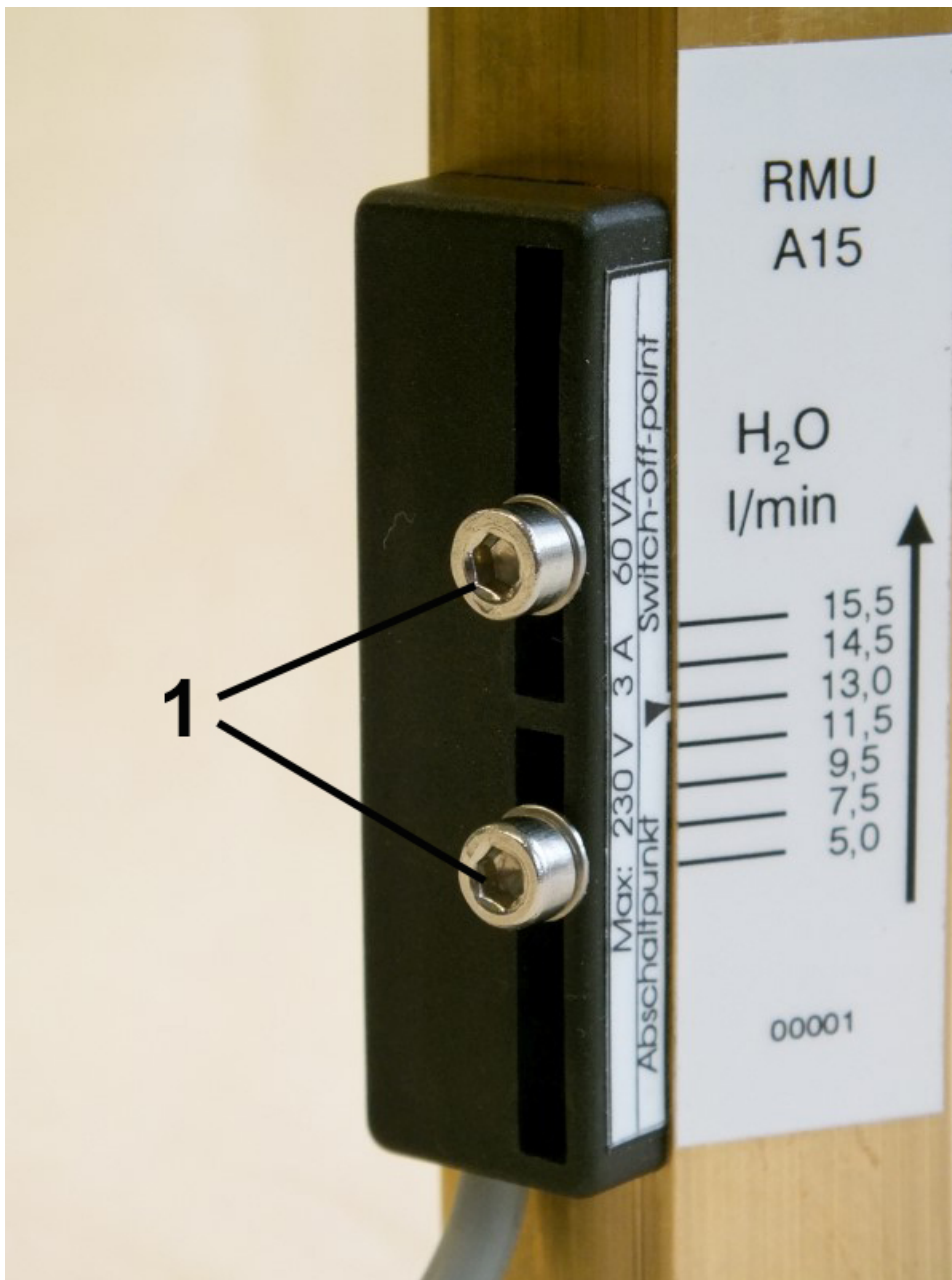

Abb. 20: Feststellschrauben lösen (Beispielskala)
1. Die Feststellschrauben des Schaltkontaktes (Abb. 20/1) mit einem Sechskant-Schraubendreher lösen.
3. Feststellschrauben des Schaltkontaktes (Abb. 20/1) mit einem Sechskant-Schraubendreher wieder anziehen. Dabei Schrauben-Anziehdrehmoment beachten.